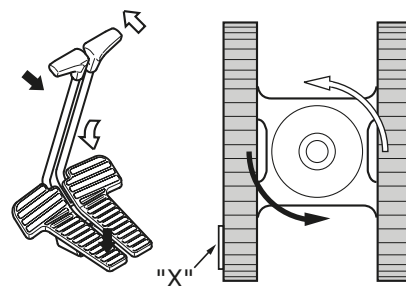

Figura 31
6. Detención de viaje (Figura 31) - Devolver las palancas de viaje a la posición de "NEUTRAL" aplicará automáticamente frenos y detendrá la excavadora.